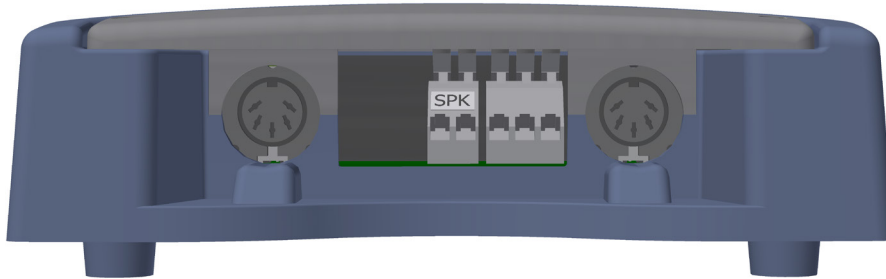

Fig 4: Instalación
4. Conecte los cables del Emisor (TX) y el Receptor (RX) en las tomas del controlador (véase Fig 4). Aviso: se puede utilizar cualquier toma, ya que el software inteligente reconocerá qué detector está enchufado.